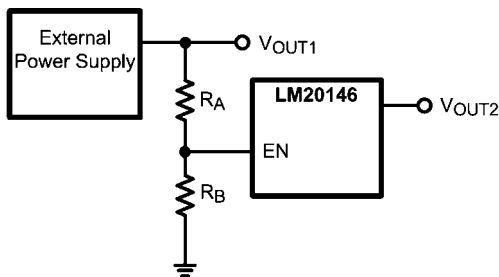

FIGURE 7. Sequencing LM20146 with Precision Enable
LM20146 の高精度イネーブル (EN) ピンとパワーグッド (PGOOD) ピンを使って、多くのシーケンス要件に対応できます。Figure 7 に示すとおり、2 つの外部抵抗を使用すれば、高精度イネーブル・ピンで LM20146 のターンオンを制御できます。